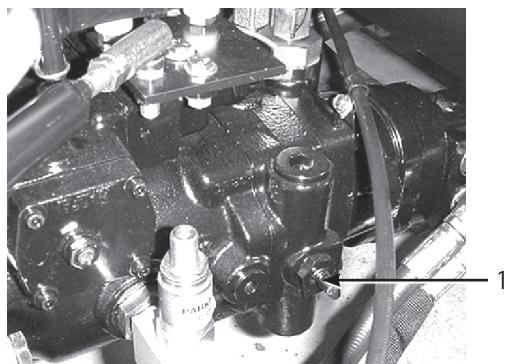

図18
- バイパス・バルブ(図18)を左右どちらかに90°回転させるとバルブが開く。